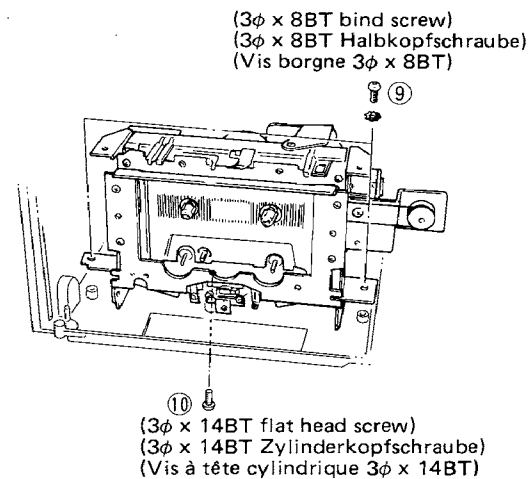

Fig. 6 Abb. 6
8. Cassette chassis (Fig. 6)
8. Cassettenrecorderchassis (Abb. 6)
8. Châssis de cassette (Fig. 6)